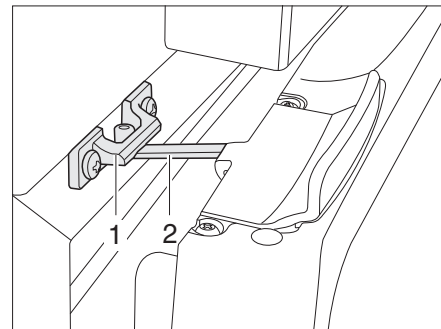

Bild 333 Kylskåpsdörr i ventilationsläge (Thetford)
- För upp låset (Bild 333,2) och haka fast det i låsfästet (Bild 333,1). Därvid stannar kylskåpsdörren i öppet läge.